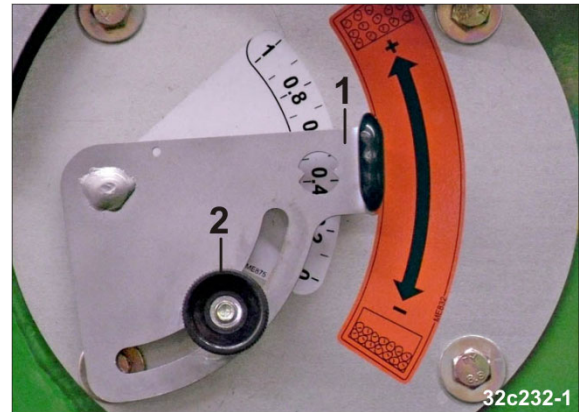

Fig. 163
1. Indstil luftledepladen med håndtaget (Fig. 163/1) (se indstillingsanvisningen, kap.5.6.3, på side 71).
2. Foretag sikring af grebsstillingen med rouletskruen (Fig. 163/2).